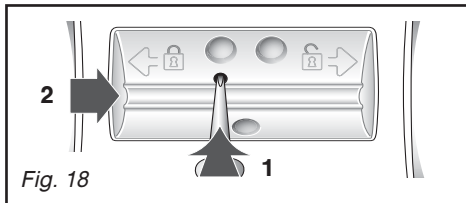

Fig. 18
– déverrouillez cette pièce (Fig. 18).
Si votre appareil n'est pas équipé de la pièce **A** représentée sur la Figure 18, pour nettoyer votre filtre de pompe, vous devrez procéder comme suit :